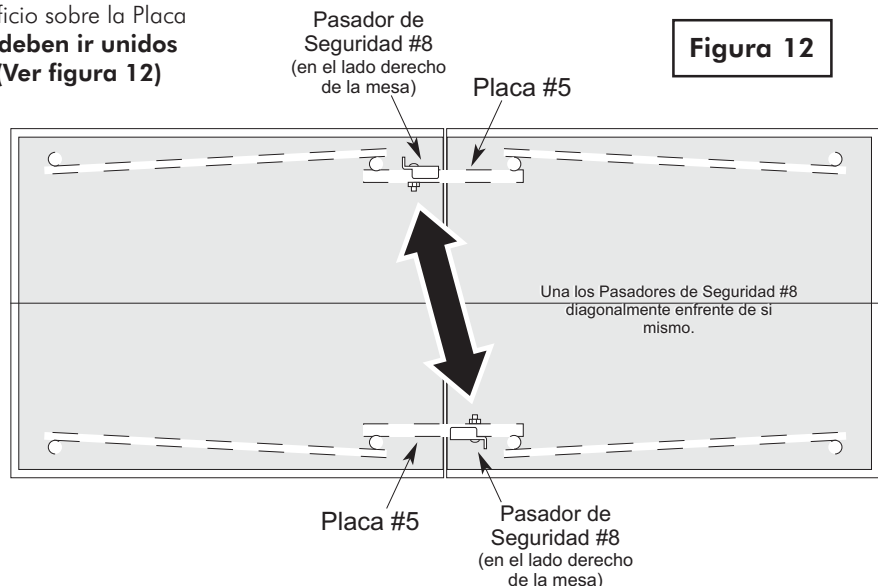

Figura 12
26. Vaya al otro lado de la mesa e instale el segundo Pasador de seguridad #8 dentro del lado derecho del orificio sobre la Placa #5. **NOTA: Los Pasadores de seguridad deben ir unidos diagonalmente cruzados de cada uno. (Ver figura 12)**